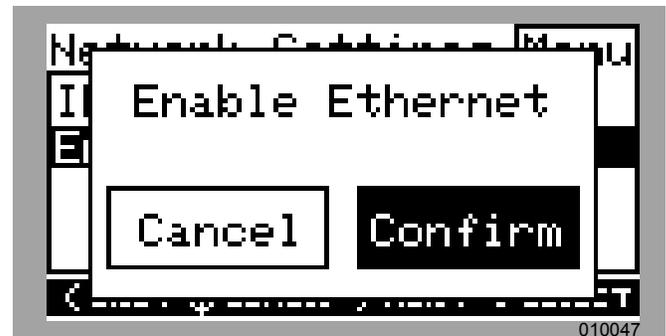

Figura 6-26. Configuración de Ethernet (3 de 4)
5. Consulte la Figura 6-26. Presione la flecha hacia la derecha para resaltar Confirm y presione el botón central.